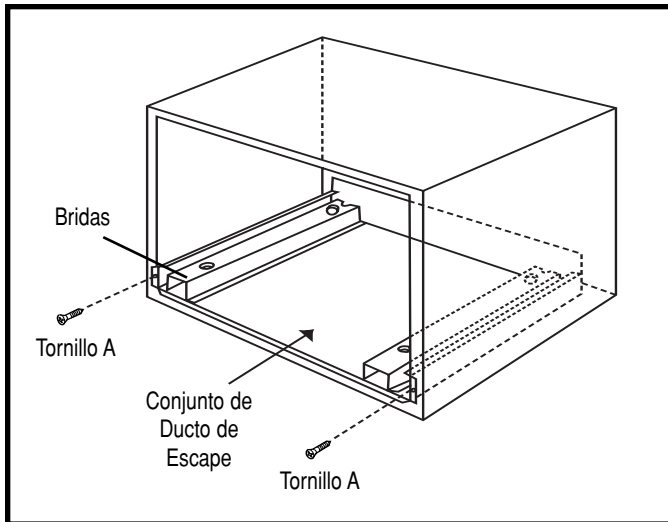

Ilustración 2
1. Coloque el Ducto de Escape en la abertura. Cuando el Conjunto de Ducto de Escape se coloca correctamente en la abertura, las bridas acoplarán herméticamente con el borde inferior de la abertura. Véase la ilustración 2.